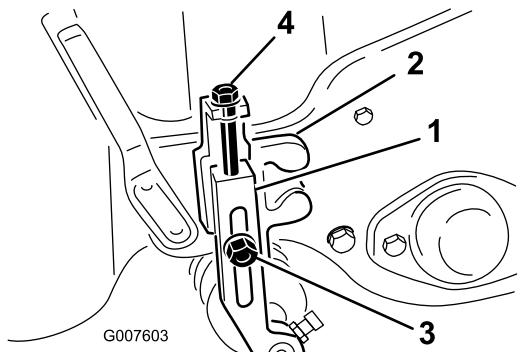

図 41
2. 刈り高アームを刈り高ブラケットに固定しているロックナットをゆるめる(図 41)。